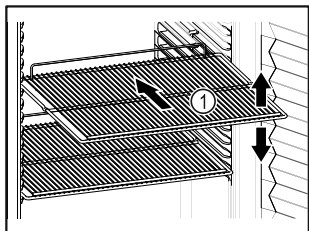

Fig. 63 Példaként szolgáló ábrázolás
- Ha a tároló rácsok Fig. 63 (1) áthelyezhetők, akkor igazítsa be őket a kívánt magasságnak megfelelően.